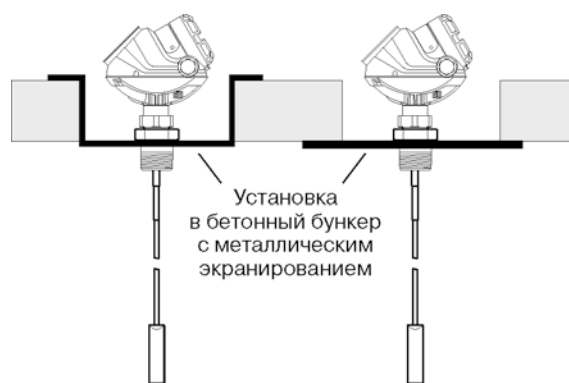

Рис. 15.
- Монтаж на толстом железобетонном бункере должен быть выполнен заподлицо с нижней границей. При этом необходимо обеспечить металлическое экранирование (см. рис. 15).